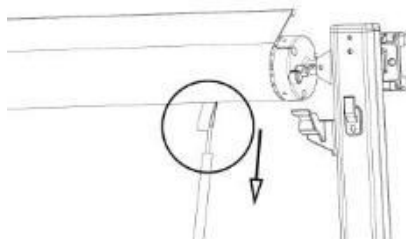

Figure D3
3. Placez la paroi de traction sur la courroie de traction du rouleau et tirez le store vers l'extérieur. (Figure D3)